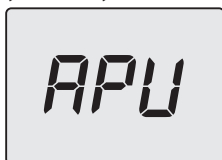

Рисунок 6.9
- Прокрутите различные меню, нажимая кнопки 13 (назад) или 15 (вперед), до появления на ЖК-дисплее надписи **APU** (Рисунок 6.9), указывающей меню «Функция автоматического спуска воздуха».